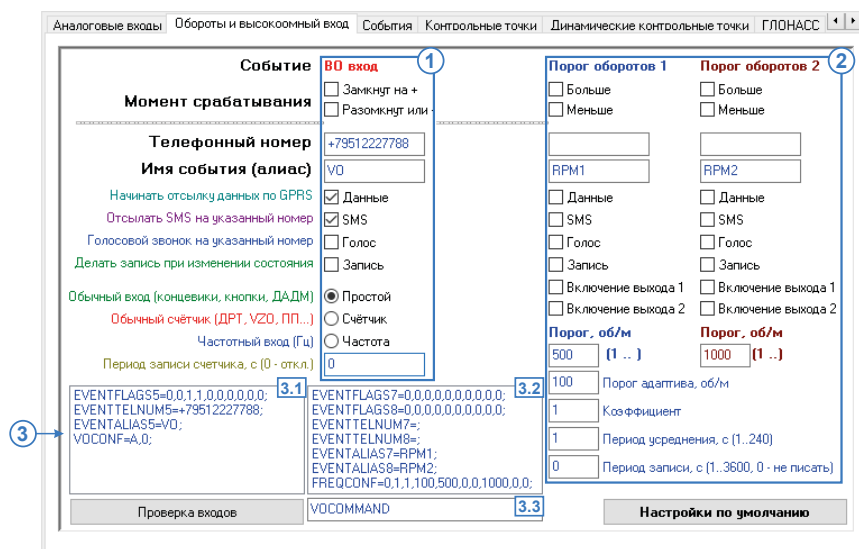

Рис.36. Обороты и высокоомный вход.
**1. Настройка высокоомного входа.** Для корректной работы высокоомного цифрового входа необходимо для события «ВО вход» настроить следующие параметры (Рис.36, п.1):
**2. Настройка RPM входа.** Всего в контроллере «АвтоГРАФ» может быть задано два порога срабатывания RPM входа – Порог оборотов 1 и Порог оборотов 2 (**Рис.36. п.2**). Для корректной обработки каждого порога необходимо настроить следующие параметры:
**3.0. Управляющие команды.** В данных полях отображаются управляющие команды бортового контроллера «АвтоГРАФ», предназначенные для настройки высокоомного входа (**Рис.36, п. 3.1**) и RPM входа (**Рис.36, п. 3.2**). Во время установки параметров на вкладке «Обороты и высокоомный вход» управляющие команды заполняются значениями, согласно заданным настройкам.
- команда будет перемещена в поле для редактирования (**Рис.36, п. 3.3**). В этом поле Вы можете изменить параметры команды, затем скопировать ее, применив комбинацию клавиш Ctrl+A, Ctrl+C или нажав правую кнопку мыши на команде и выбрав нужную опцию в появившемся меню (**Рис.37**).